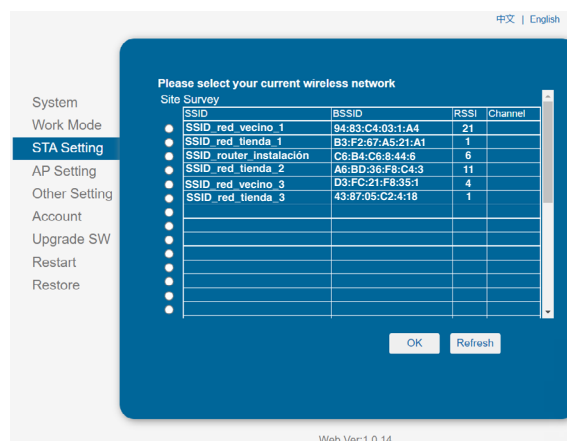

Fig. 46. Selección de la WiFi.
- Seleccionar la WiFi deseada y hacer clic en "OK". Solo soporta un router de 2.412 GHz-2.484 Ghz. Ver Fig. 46.